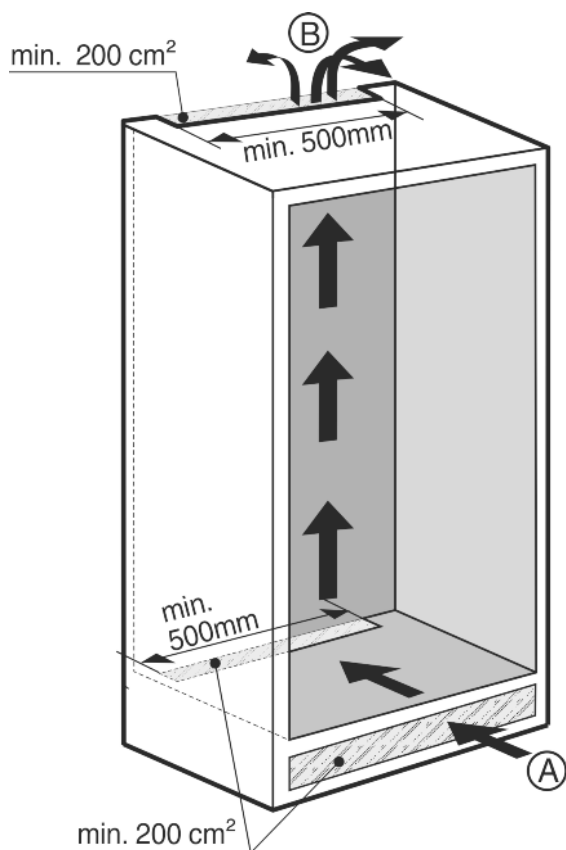

Fig. 3
- Pro každou chladničku musí mít větrací otvor průřez minimálně 200 cm2 na vstupu Fig. 3 (A) a výstupu vzduchu Fig. 3 (B).